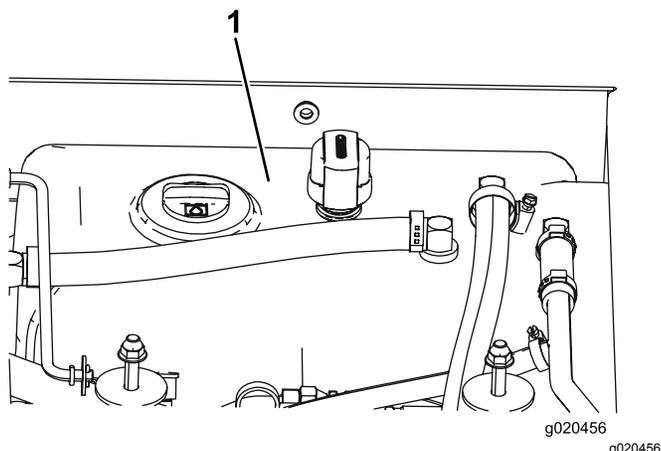

Figura 67
3. Riempite il serbatoio (Figura 67) di fluido idraulico; fate riferimento a Cambio del fluido idraulico \(pagina 56\).